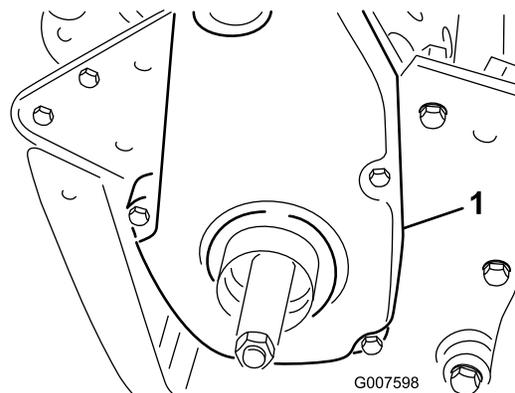

Рисунок 47
6. Снимите заднюю крышку ремня с правой стороны машины (Рисунок 47).